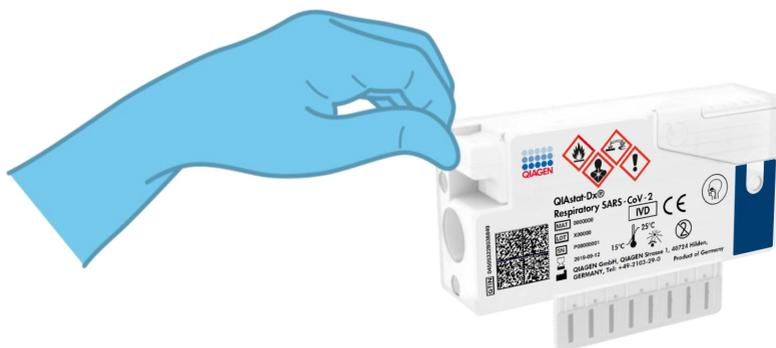

Figura 10. Chiusura dello sportellino campione della porta tampone.
- Chiudere saldamente lo sportellino del campione della porta tampone finché non scatta (Figura 10).